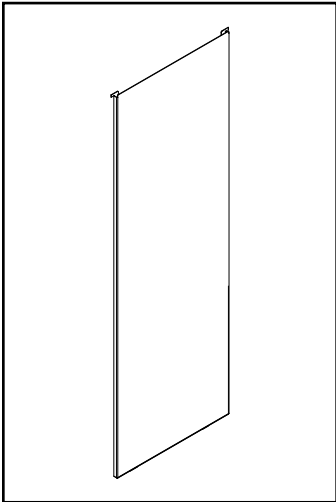
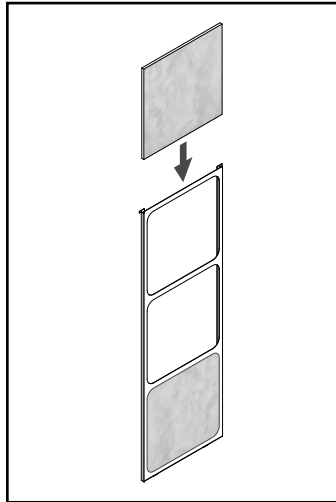

Figure 17.1
Figure 17.2
Votre appareil est expédié avec deux options de côtés, l'une est un panneau latéral complet (**Figure 17.1**) et un panneau latéral à tuiles (**Figure 17.2**). Il y en a deux chacun et il n'y a aucun côté droit ou gauche, ceux-ci pouvant donc être changés à tout moment.
- Empilez les tuiles incombustibles dans le cadre, comme il est indiqué à la **Figure 17.2**.